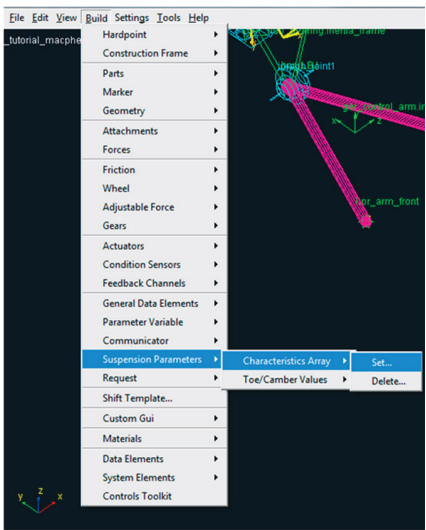

Figura 4.71 – Determinando os parâmetros da suspensão.
- Acesse o menu *Build* → *Suspension Parameter* → *Characteristics Array* → *Set* (Figura 4.71).